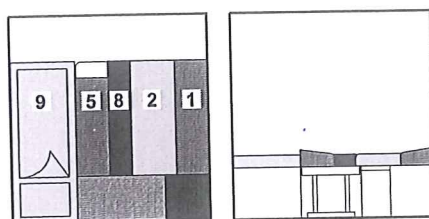

Bild 76 Efter ombyggnaden
- Lägg ryggdynan (Bild 76,1) mellan sittdynan (Bild 76,2) och väggen.
- Lägg extradynan (Bild 76,8) bredvid sittdynan.
- Lägg ryggdynan (Bild 76,5) mellan extradynan och sängen (Bild 76,9).